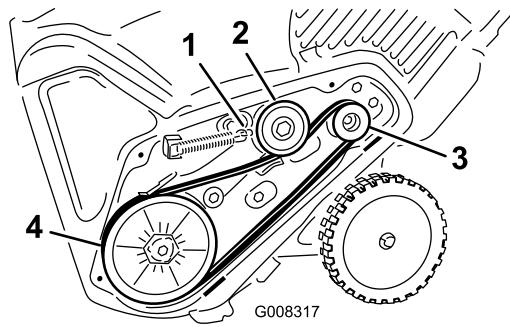

Bild 37
- Haken Sie die Feder wieder in den Spannarm ein (Bild 37).
- Setzen Sie den neuen Treibriemen ein, siehe (Bild 37).